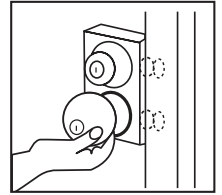

FIGURE 5
5. Alinee los orificios del perno de fijación en la jamba del lado del seguro con los pernos de fijación extendidos, asegurándose de que la jamba esté vertical (plomada) (Fig. 5).